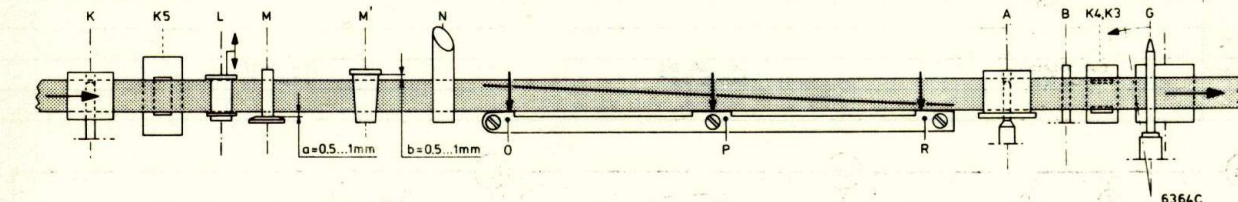

Fig. 35
- De trommellineaal (met de kammen O, P en R) is in de fabriek nauwkeurig ingesteld. Deze instelling mag niet veranderd worden (zie fig. 35)
## Loodrechtinstellingen (zie fig. 35 en 36)
## b. Dynamische instellingen (met band), zie fig. 35, 36
- Apparaat inschakelen en in positie weergave plaatsen. Om de band in te rijgen, met gedemonstreerde cassettehouder, moet SK11 na de "On"-toets te hebben ingedrukt, via beugel met pos. 270 (zie exploded view) met de hand gesloten worden totdat de trommel in ingereg (uitgeregen) positie is.
- Controleer of bandgeleider M laag genoeg staat ingesteld. Afstand a moet (zie fig. 35) 0,5...1 mm bedragen.
- Controleer of bandgeleider M hoog genoeg staat ingesteld. Afstand b moet (zie fig. 35) 0,5...1 mm bedragen
- Stel bandgeleider L zodanig in dat de band juist de de kam O van de trommellineaal raakt. Daarna bandgeleider L nog ca. 135° rechtsom draaien. Opmerking: In fig. 35 is met pijltjes de plaats op de kammen O, P en R aangegeven waar met de spiegel gecontroleerd moet worden of de tape correct de kammen raakt.